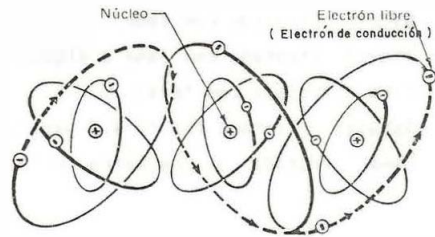

Fig. 6
Cuanto más alejados están del núcleo atómico los electrones que giran a su alrededor, tanto más débil es la fuerza de atracción. El electrón solitario del estrato exterior está ligado por consiguiente tan sólo muy débilmente al átomo y se mueve de modo desordenado dentro del metal sólido como un *electrón de conducción* (EC) (fig. 6) desplazándose casi libremente a través de la textura metálica.